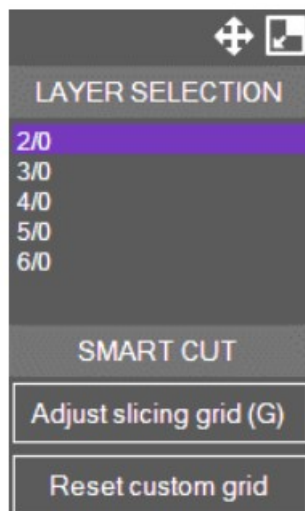

图 28 -图层界面(可移动)
5. 在 LAYER 界面(图 28)中, 选择要转换的图层(对于多层选择, 按住 Ctrl 并单击要添加的图层)。选择的层将被堆叠, 并将产生一个唯一的转换文件。如果要分别曝光每个图层, 请确保对每个图层都进行了转换。
重新定位 Re-positioning。有时, 分割网格跨越了设计上的关键模型。在这种情况下, 手动重新定位和/或调整分割网格的大小可能会很有用。为此, 单击 LAYER 界面中的 Adjust 分割网格 Adjust slicing grid 按钮(图 28)或按下键盘上的 G 来启用智能切割模式。分割网格现在是用鼠标处理的。一旦分割网格重新定位到所需的位置, 点击确认更改, 并离开 Smart Cut 模式。